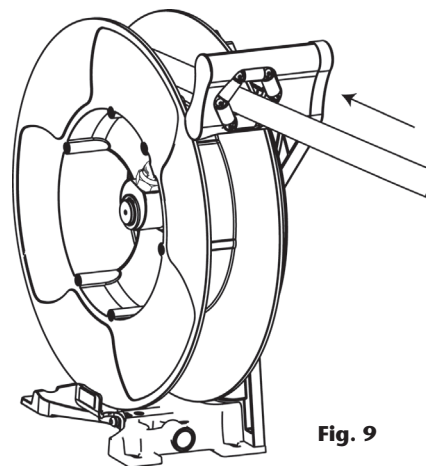

Fig. 9
5. Liberar o trinquete e soltar lentamente a mangueira para enrola-la (fig. 9)